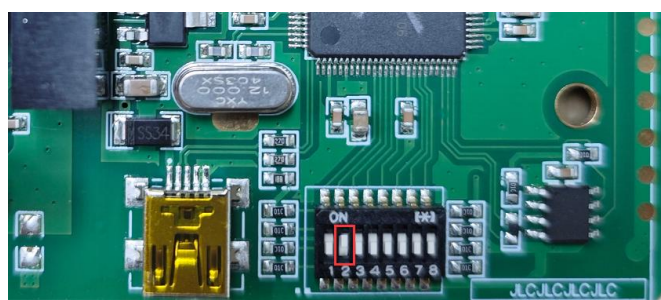

图 4.2 GCAN-204 拨码开关位置
2) 找到如图 4.2 所示的拨码开关，将 2 号开关拨到 ON 状态后，模块重新上电即可进入配置模式。